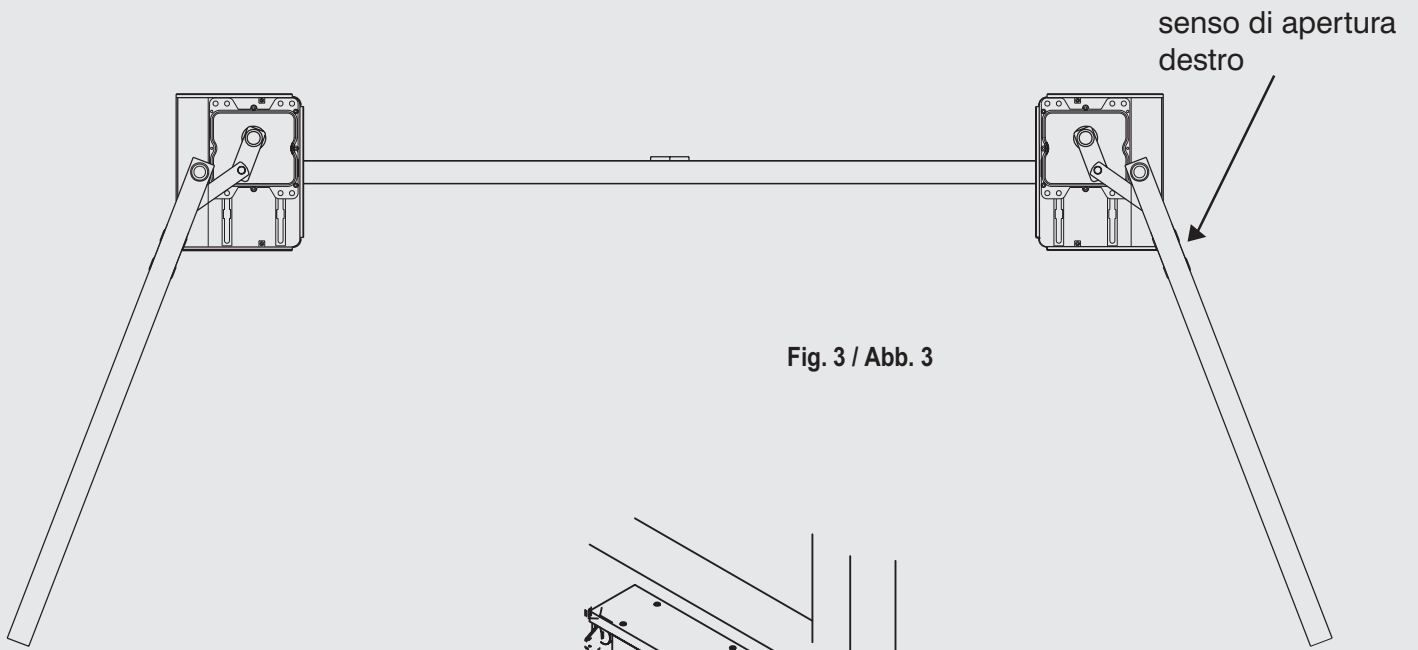

Fig. 3 / Abb. 3
2. Posizionare il motoriduttore nella cassa di fondazione, in funzione del senso di apertura dell'anta. Per senso di apertura destrosi intende quando il motoriduttore vienemontato alla destra della luce di passaggio (vista dall'interno). (fig. 3)
2. Positionner le moto-réducteur dans la caisse de fondation selon le sens d'ouverture du vantail. L'expression "côté droit d'ouverture" indique que le moto-réducteur est monté à droite de l'ouverture de passage (vue de l'intérieur). (fig. 3)
2. Colocar el motorreductor en la caja de cimentación, en función del sentido de apertura de la hoja. Por sentido de apertura derecho se entiende cuando el motorreductor se monta a la derecha del espacio para pasar (visto desde dentro). (fig. 3)
2. Place the gearmotor in the foundation box in relation to the direction of opening of the gate. Direction of opening to the right means when the gearmotor is installed to the right of the gate aperture (seen from inside). (fig.3)
2. Den Getriebemotor in dem Fundamentskasten entsprechend der Öffnungsrichtung des Torflügels positionieren. Die Öffnungsrichtung nach rechts bedeutet, daß der Getriebemotor rechts von der Durchgangsweite montiert wird (von innen gesehen). (Abb.3)
2. Plaats de motorreductor in de funderingskast al naar gelang de openingsrichting van de poortvleugel. Met openingsrichting aan de rechterkant wordt bedoeld dat de motorreductor aan de rechterkant van de doorgangsoening (van binnen uit gezien) gemonteerd wordt. (fig.3)